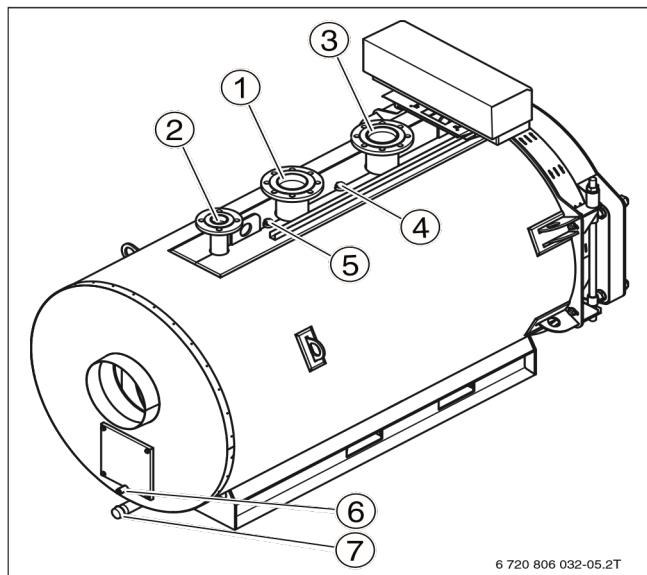
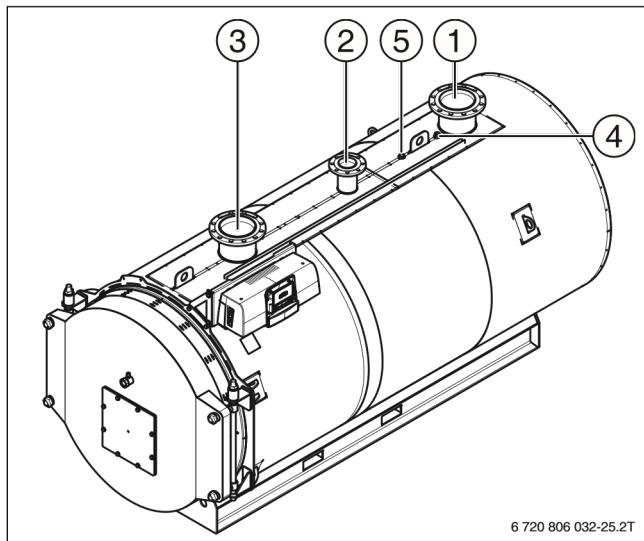

Рисунок 12 Котёл SK120 - 820 кВт (слева = задняя сторона котла)
Рисунок 13 Котёл SK 1040 - 1850 кВт (слева = передняя сторона котла)
- Подсоедините обратную линию системы отопления к месту её подключения на котле (→Рисунок 12, стр. 22 и Рисунок 13, стр. 22, [3]).
- Подсоедините подающую линию системы отопления к месту её подключения на отопительном котле (→Рисунок 12, стр. 22 и Рисунок 13, стр. 22, [1]).
- Закрепите предохранительный клапан четырьмя болтами на подключении подающей предохранительной линии VSL (→ Рисунок 12 и Рисунок 13 [2]).
Точка замеров находится сверху на корпусе котла (→ Рисунок 12, стр. 22 и Рисунок 13, стр. 22)